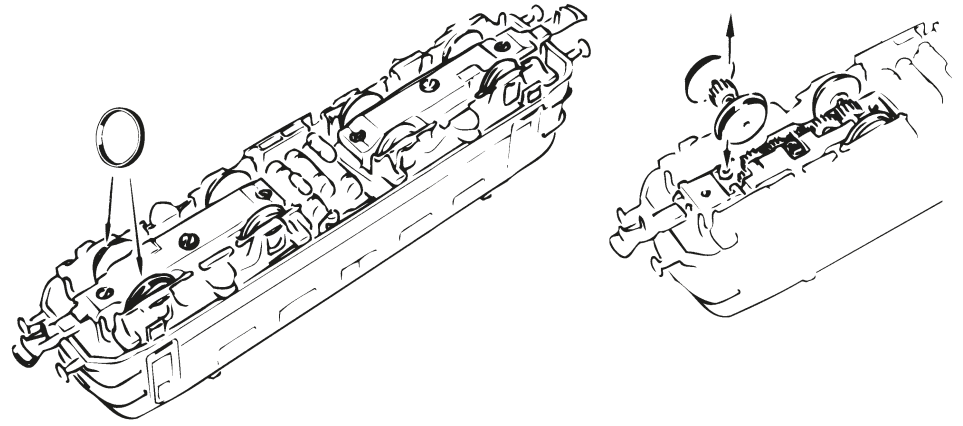

Fig. 8
2. Schmierung: Versehen Sie die im Schmierplan in Fig. 8 gekennzeichneten Stellen mit nur **kleinen Öltropfen**. Dazu zuerst das Lokgehäuse abnehmen (Fig. 3). Wir empfehlen den **ROCO Öl** Art.-Nr. **10906**. Fürs Schmieren der Getriebeteile (Zahnräder, Schnecke) empfehlen wir das **ROCO-Spezialfett** Art.-Nr. **10905**. Im Falle der Schmierung diese Teile **nicht ölen**.
2. Lubrication: Apply **tiny oil drops** to spots marked in fig. 8. Prior to lubrication dismantle locomotive (fig. 3). We recommend using item no. **10906, Roco oiler**. For lubrication the gearparts (e.g. cogwheels, worm) we would recommend our Roco **special grease** (item no. **10905**).
Enlevez la fiche de shuntage de l'interface (à conserver!) et enfichez finalement la fiche du module de télécommande aux prises de l'interface. Veuillez à la position correcte de la fiche (voir fig. 8).